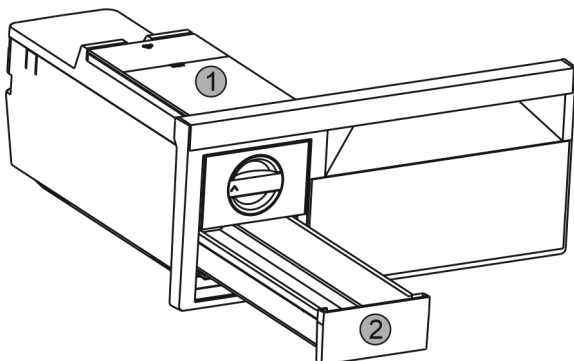

Fig. 54
- ▶ Зняти бак для води Fig. 54 (1) та висувний ящик для виробництва кубиків льоду Fig. 54 (2).